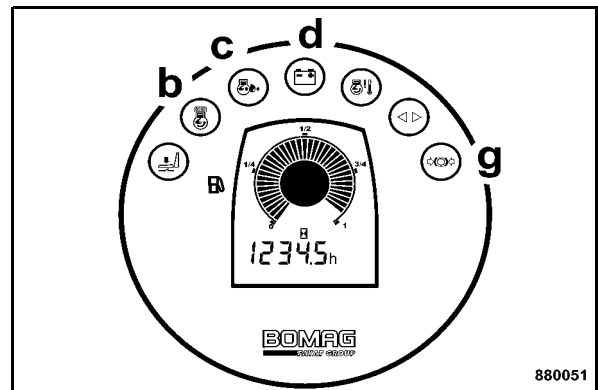

Fig. 58
Tous les témoins d'avertissement et de contrôle (Fig. 58) sur le combiné s'allument pendant env. 3 secondes.
- Lorsque les températures extérieures sont basses, maintenir la clé de contact sur position "II" jusqu'à environ 30 secondes ; le témoin de préchauffage (b) (Fig. 58) s'allume.